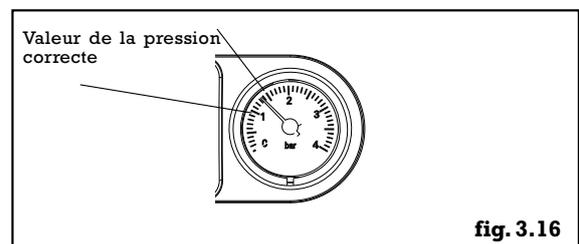

fig. 3.16
- ouvrir le robinet du disconnecteur (**P**) en le tournant en sens inverse des aiguilles d'une montre jusqu'à ce que la pression indiquée par le manomètre atteigne 1 à 1,5 bar (**fig. 3.16**)